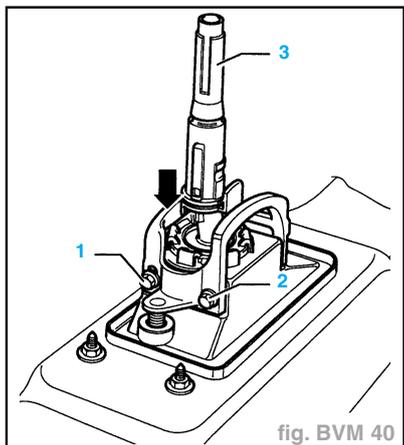
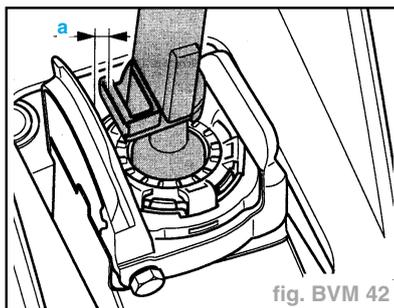

fig. BVM 40
fig. BVM 42
- Désolidariser les vis (1) et (2) et enfoncer la butée du côté droit vers le bas (flèche). Serrer à nouveau la vis (1) (fig. BVM 40).
- Défaire la vis (1) (fig. BVM 40).
- Serrer les vis (1) et (2) à **2,5 daN.m**.
- supprimer le jeu dans la commande de passage des vitesses en poussant prudemment le levier vers la gauche (fig. BVM 42).
- Ne desserrer les vis (1) et (2) que juste ce qu'il faut pour que la butée reste alors dans une nouvelle position lors du réglage (fig. BVM 40).
- Obtenir la côte (a) en déplaçant prudemment la butée (fig. BVM 42).
- Resserrer à **2,5 daN.m** les vis (1) et (2) dans cette position. MAintienir alors la butée et le levier dans la bonne position (fig. BVM 40).